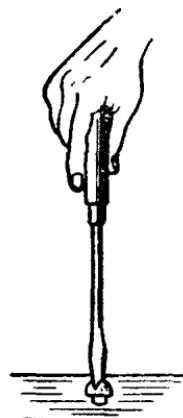

图4 起子的运用
1. 以右手握持起子，手心抵住柄端，使起子口与螺栓槽口垂直而吻合（如图4）。当开始旋松或最后旋紧时，应用力将起子压紧再用手腕按需要扭转。当螺栓松动后，即可使手心轻压起子柄，用拇指、中指、食指快速扭转。使用较长的起子时，可用右手压紧和转动手柄，左手握起子柄中间，使它不致滑脱，保证工作安全。